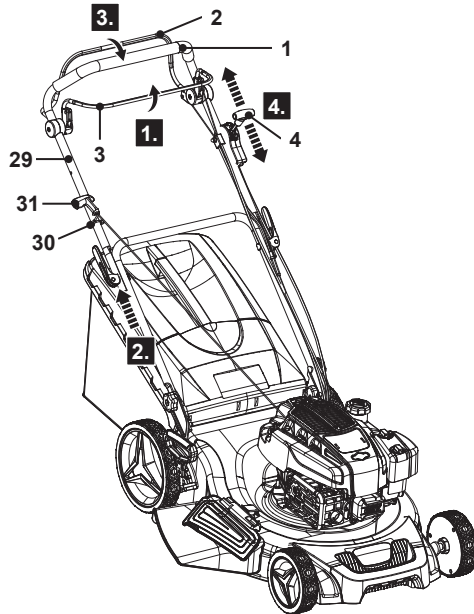

Fig. 24
1. Se tenir derrière la poignée supérieure (1).
2. Tirer le levier de frein (3) vers l'arrière et le maintenir contre la poignée supérieure (1) (Fig. étape 1).
3. Placer la poignée du lanceur (31) sur le crochet (30) situé sur le côté droit du guidon supérieur (29).
4. Tirer légèrement la poignée du lanceur (31) jusqu'à sentir une résistance, puis la tirer rapidement. Répéter cette opération jusqu'à ce que le moteur démarre (Fig. 24, étape 2).
5. Pour commencer à tondre, pousser le levier de traction (2) vers l'avant et le maintenir contre la poignée supérieure (1) (Fig. 24, étape 3). Le produit avance et commence à tondre.
6. Déplacer le levier de vitesse (4) à une vitesse appropriée (Fig. 24, étape 4).